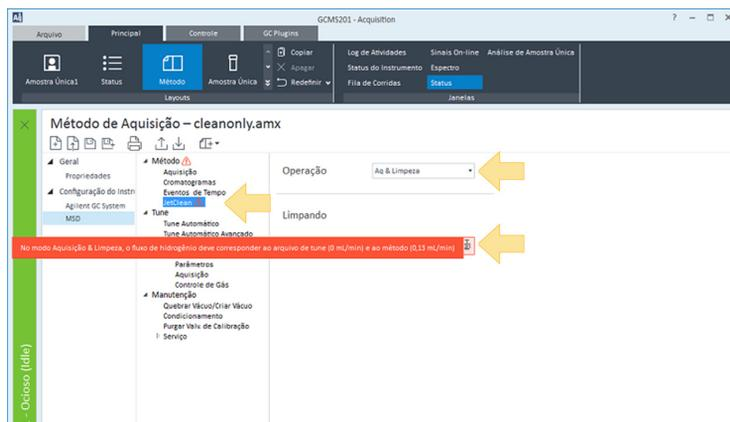

Figura 17 Parâmetros de aquisição do método
- c Clique em **JetClean** e, em seguida, no menu suspenso **Operação**, selecione **Aq & Limpeza**. Essa opção não estará disponível se seu MSD não estiver configurado com um controlador de fluxo de gás. (Consulte Figura 17.)